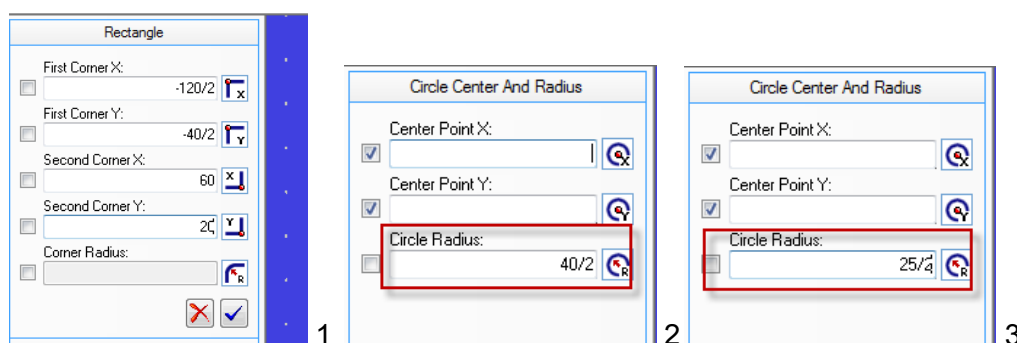

Рисунок 16 1 – данные для построения прямоугольника, 2 – окружность ф40, 3 – диаметром 12,5 мм
- 1) Построить прямоугольник по размерам (см. Рисунок 16);